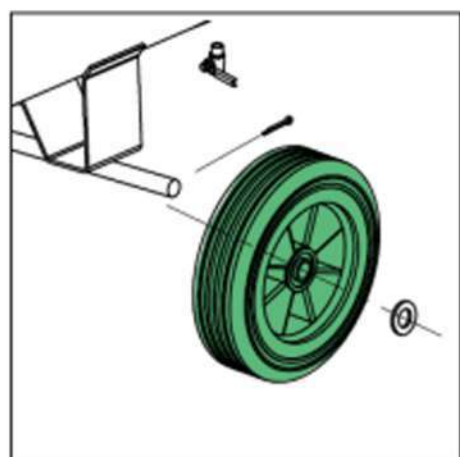

Рис. 11
- Для моделей компресорів 2-1450X3F100-220 / 2-1450X3F100-380 / 2-1450X4F120-220 / 2-1450X4F120-380 встановіть на нижню частину ресивера передні поворотні колеса (Рис. 10) і задні колеса (Рис. 11).